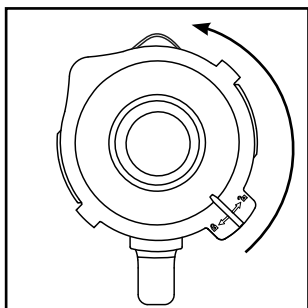

Abb. 1
- 1) Drehen Sie den Mixaufsatz ③ gegen den Uhrzeigersinn, bis der Pfeil ▼ unter dem Griff des Mixaufsatzes über der Position  steht. Nehmen Sie den Mixaufsatz ③ gerade nach oben vom Motorblock ⑥ ab.
- 2) Entfernen Sie den Deckel ②, indem Sie ihn so weit gegen den Uhrzeigersinn Richtung Position  drehen (siehe Abb. 1), bis Sie ihn nach oben abziehen können.
- 3) Befüllen Sie den Mixaufsatz ③ mindestens bis zum untersten Strich der Skala ⑧ und maximal bis zur Markierung MAX. Für optimale Ergebnisse empfehlen wir folgende maximale Füllmengen: